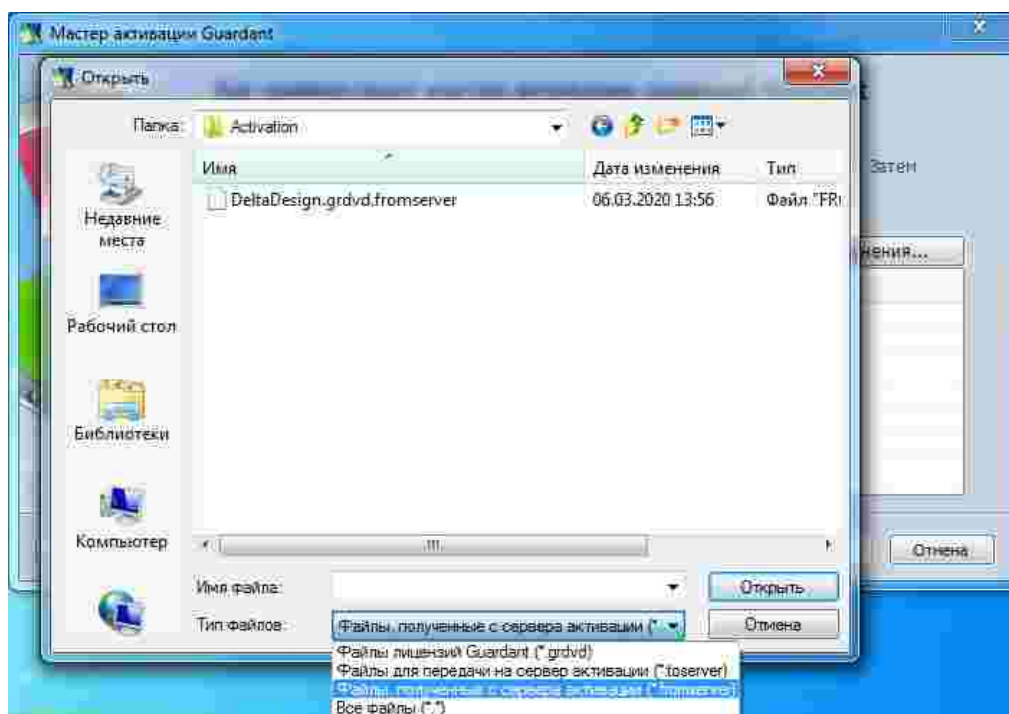

Рис. 33 Выбор файла, сгенерированного после связи с сервером
14. Нажмите кнопку «Указать файл лицензии...» в главном окне мастера. Далее, выберите в открывшемся окне проводника файл вида «DeltaDesign.grdvd.fromserver», полученный в п. 11, и нажмите кнопку «Открыть», см. Рис. 33.